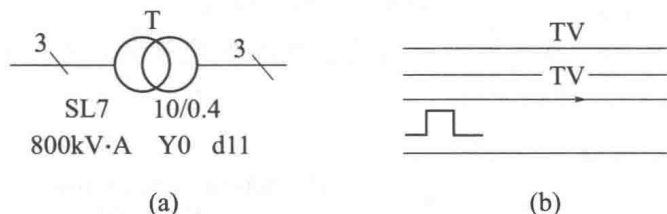

图 1-3 连接线标志示例
③ 连接线分组和标记。
b. 标记。为了便于看出连接线的功能或去向,可在连线上方或连线中断处作信号名标记或其他标记,如图 1-3 所示。